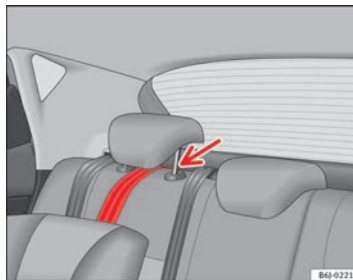

Abb. 28 Befestigungsgurt: korrekte Einstellung und korrekter Einbau
- Führen Sie den Befestigungsgurt des Top Tether unter der Rück Sitzkopfstütze hindurch ⇒ Abb. 28 (dazu ggf. die Kopfstütze nach oben stellen).